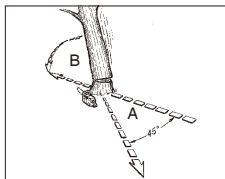

Fig. 11A
**⚠ ADVARSEL:** En tilflugtssti (A) bør planlægges og gøres klar, før nedskæringerne går i gang. Tilflugtsstien skal gå bagud og diagonalt bagved den forventet retning af hvor træet skal falde, som vist i fig. 11A.
**BEMÆRK:** Faldretningen (B) er kontrolleret af det udhuggede snit. Før du begynder at save, skal du overveje placeringen af de større grene, og træets naturlige hældning, for at bestemme hvordan træet vil falde.
**ADVARSEL:** Som fældesnittedet kommer tættere på falsen, skulle træet gerne begynde at falde. Når træet begynder at falde, skal du fjerne saven fra snittet, stands motoren, læg saven ned, og forlad området via tilflugtsstien (Fig. 11A).